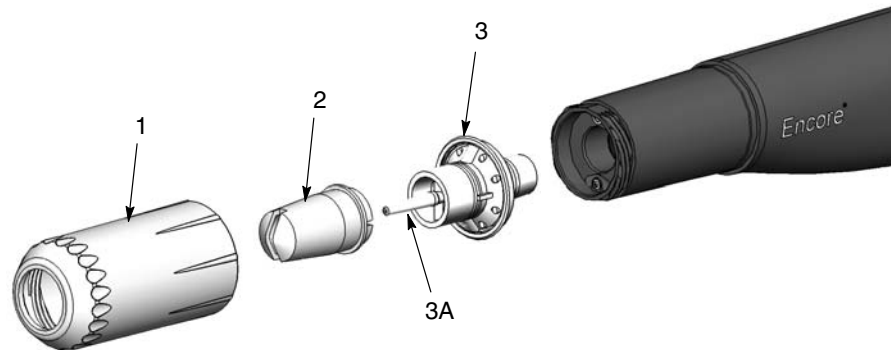

Bild 4-1 Demontering och byte av fiskstjärftformat munstycke
1. Se bild 4-1. Skruva motsols av munstycksmuttern (1).
2. Drag av det fiskstjärftformade munstycket (2) från elektroddelen (3).